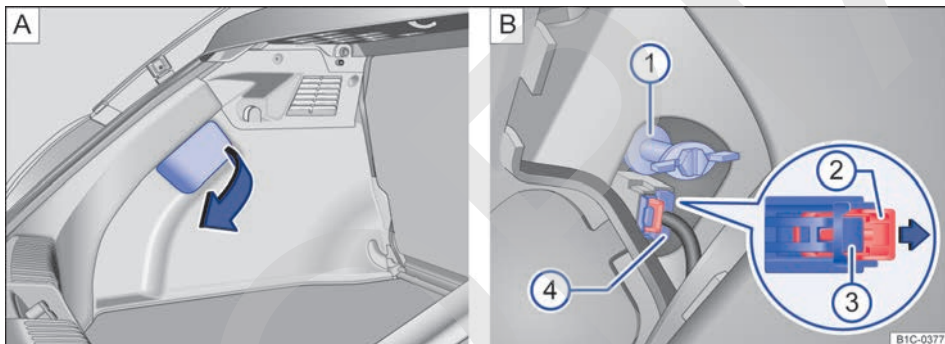

Fig. 149 A: Apertura de la tapa del guarnecido lateral trasero del maletero. B: Desmontaje del grupo óptico trasero.
- 4 Abra la tapa del guarnecido lateral trasero en el sentido de la flecha → fig. 149 [A].
- 5 Tire del fiador rojo → fig. 149 [B] ② en el sentido de la flecha para desbloquear el bloqueo del conector → fig. 149 [B] ④.
- 6 Presione el bloqueo del conector → fig. 149 [B] ③ y desacople el conector → fig. 149 [B] ④.
- 7 Desenrosque el tornillo de fijación del grupo óptico trasero → fig. 149 [B] ① y extraiga el grupo óptico de la carrocería hacia atrás con cuidado.
- 13 Con una mano sostenga el grupo óptico en la posición de montaje y con la otra apriete el tornillo de fijación → fig. 149 [B] ①.
- 15 Acople el conector → fig. 149 [B] ④ al portalámparas y presione el fiador rojo → fig. 149 [B] ② en el sentido contrario al de la flecha.